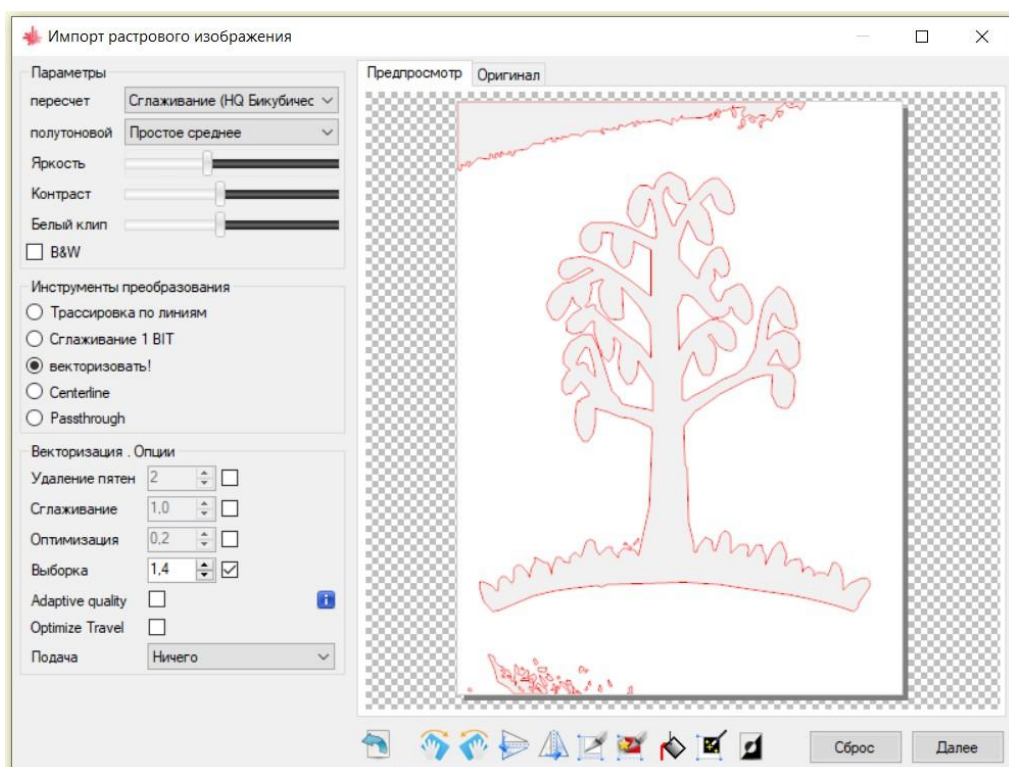

Рисунок 9 - Векторизация фото
7. Переключитесь в режим «векторизация», чтобы понять, что будет рисовать станок (рисунок 9).